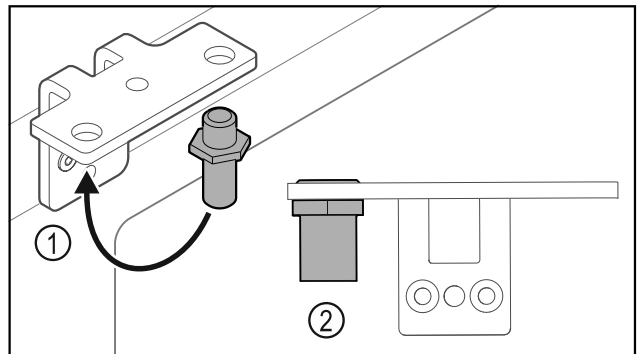

Fig. 36
- ▶ 调换合页角铁中的螺栓 Fig. 36 (1)。
- ▶ 用 **12 Nm** 的扭矩拧紧螺栓 Fig. 36 (2)。